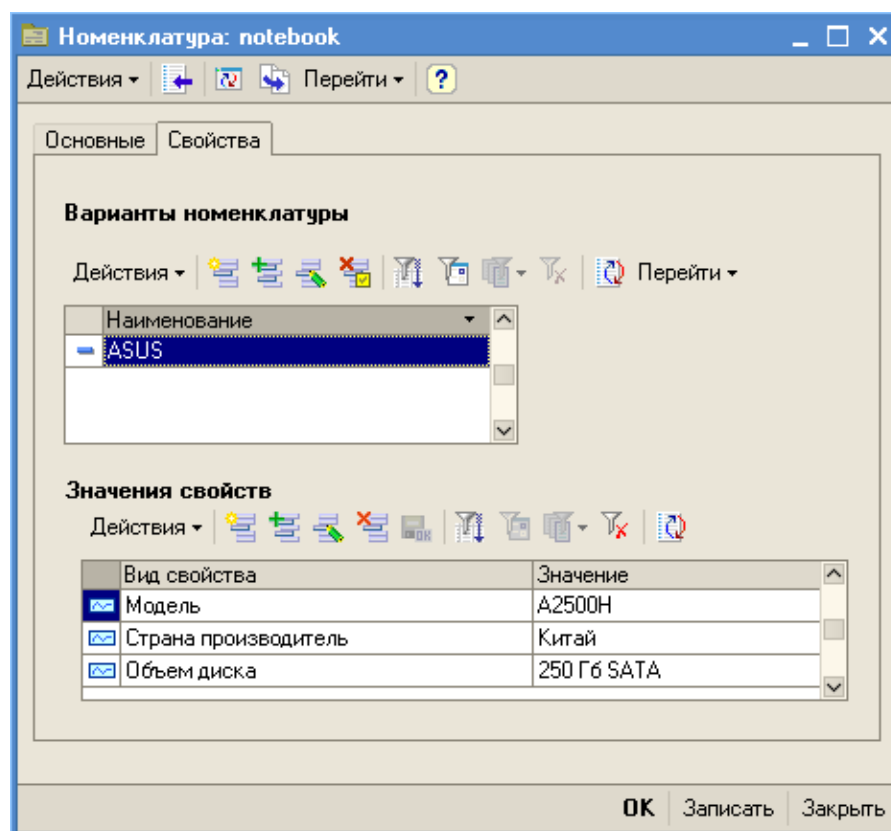

Рис. 136
- перейдите на закладку *Свойства* и создайте набор свойств этого элемента с названием ASUS, включающий такие важные характеристики, как, модель, страну – производителя, объем диска и его тип (рис.136).